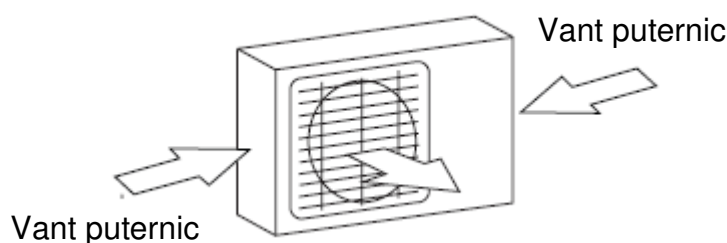

Fig. 5.1
- ☑ Dacă se poate, asigurați-vă că unitatea se află la o distanță suficientă de proprietatea vecinilor astfel încât zgomotul produs de unitate să nu-i perturbe. Dacă locul de instalare este expus vânturilor puternice (ex. lângă o plajă), unitatea trebuie așezată pe perete astfel încât să fie ferită de vânt. Dacă este cazul, folosiți un paravan din pânză. (consultați Fig. 5.1 și 5.2)